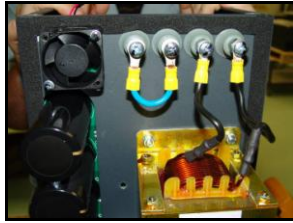

Figura 7.1.19
- 4) Desconectar los cables de la bobina monofásica, retirando los tornillos M5X10 que las unen a las torretas. ver figura 7.1.19
- 2) Conectar los cables de la bobina a las torretas. (Ver figura 7.1.19).